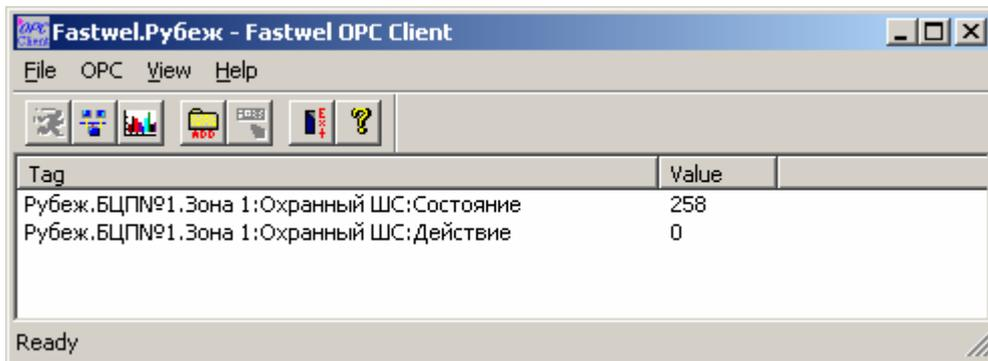

Рис. 5 Вид главного окна после добавления тегов
7. Теги будут отображены в главном окне, как показано на Рис. 5. В теге «**Состояние**» будет отображено текущее состояние ТС, в соответствие с Таблица 1.